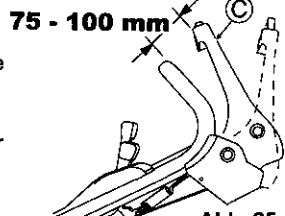

Abb. 25.
Nehmen Sie die Justierung so vor, dass die Klinge sich zu drehen beginnt, wenn der Abstand zwischen dem Klingenhebel (C) und dem Griff 75 - 100 mm beträgt und der gelbe Knopf, wie in Abb. 25 dargestellt, gedrückt ist.